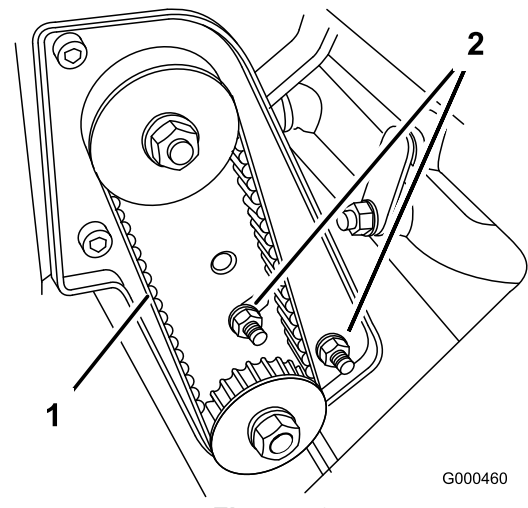

Figura 43
- A. Afloje las tuercas de montaje del alojamiento del cojinete (Figura 43)
- C. Sin variar el ajuste de la llave dinamométrica, apriete las tuercas de montaje del alojamiento del cojinete (Figura 43). No tense demasiado la correa.